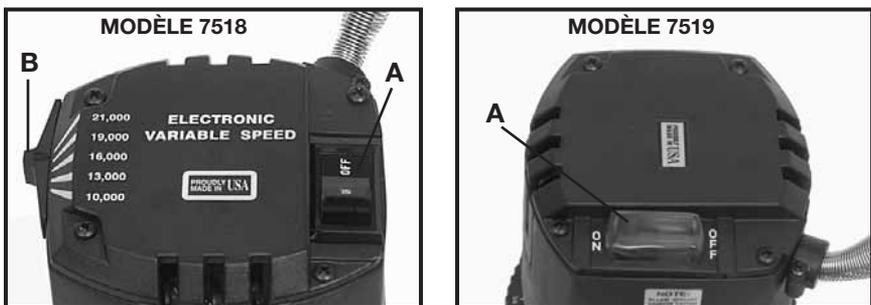

Fig. 4
La toupie se met en marche et à l'arrêt en mettant l'interrupteur à bascule (A), Fig. 4, en position de marche ou d'arrêt.
Si le moteur s'arrête en cours d'utilisation : (1) mettez l'interrupteur à bascule (A), Fig. 4, à la position d'arrêt ; (2) déterminez la cause de la surcharge (à savoir, mèche émoussée, basse tension, taux d'introduction excessif, etc.) et corrigez avant de continuer ; (3) remettez la toupie en marche en suivant les consignes données dans la section MISE EN MARCHÉ ET ARRÊT DE LA TOUPIE.
Le modèle 7519 est pourvu d'un disjoncteur de type thermique incorporé dans l'interrupteur à bascule marche/arrêt (A), Fig. 4. Ce disjoncteur mettra l'interrupteur à l'arrêt en présence de conditions prolongées de surcharge.
La commande de vitesse est située à l'endroit illustré dans la Fig. 4. Le bouton sélecteur de vitesse (B), Fig. 4, donne accès à cinq vitesses de marche allant de 10 000 à 21 000 tr/min. Il est recommandé de régler la vitesse avant d'engager la mèche de la toupie dans l'ouvrage. S'il s'avère nécessaire de modifier la vitesse après le début du travail, mettez la toupie à l'arrêt, retirez la toupie de l'ouvrage et réglez la vitesse.